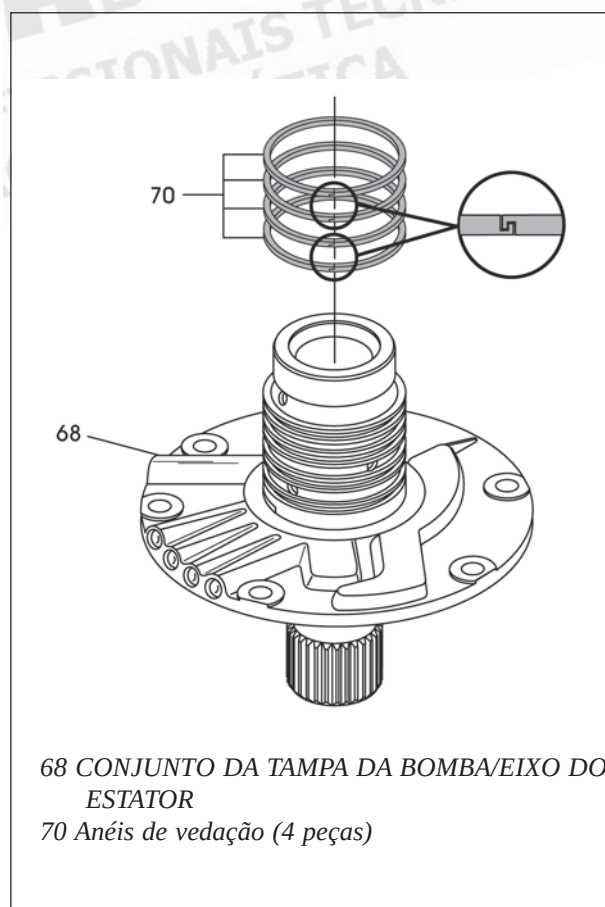

Figura 204
9. Instale quatro novos anéis vedadores na tampa da bomba de óleo/eixo do estator, conforme mostra a figura 204.